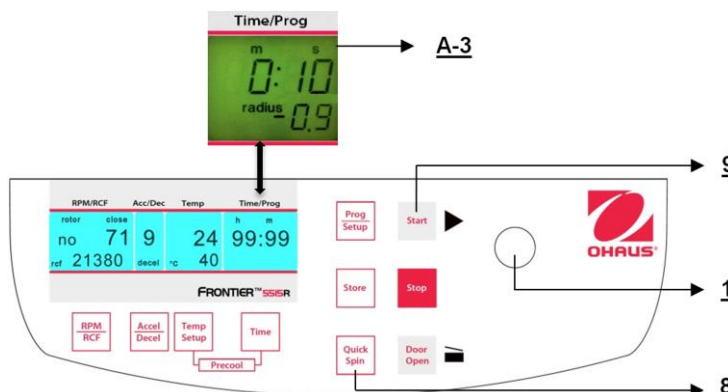

Figura 26
Puede arrancar la centrífuga ya sea con el botón **"Start"** (9) (vea la Figura 26) o con el botón **"Quick Spin"** (8). Con el botón **"Start"** (9), puede iniciar operaciones almacenadas u operaciones con parámetros preseleccionados manualmente. Una vez que finalice el tiempo de operación preseleccionado, la centrífuga parará automáticamente. Con el botón **"Quick Spin"** (8), puede iniciar operaciones que durarán solo unos segundos. Al presionar el botón **"Quick Spin"** (8), la centrífuga se acelera hasta las revoluciones preseleccionadas. En la pantalla **"Time/Prog"** (A-3), se indica el tiempo de operación transcurrido desde la fecha en que se presiona el botón **"Quick Spin"** (8). Al soltar el botón **"Quick Spin"** (8), la centrífuga se detiene y el tiempo de operación se indica hasta la apertura de la tapa.